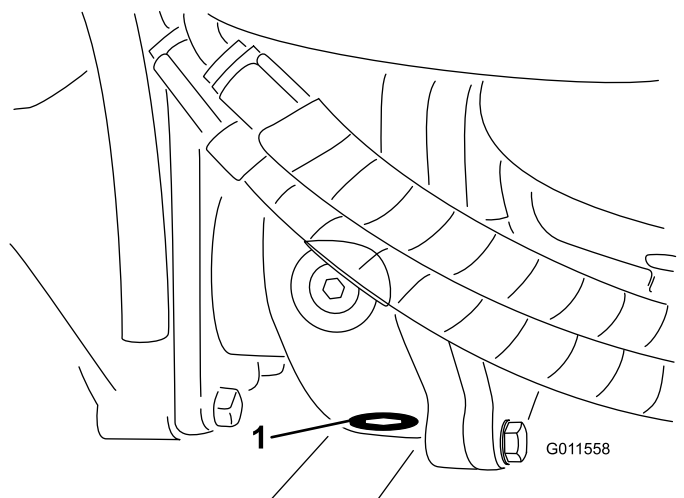

Figura 108
5. Limpie la zona alrededor del tapón de vaciado en la parte inferior de la caja de engranajes (Figura 108).